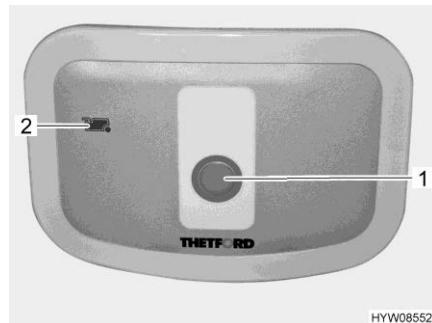

Fig. 199 Pulsante dello sciacquone/spia di controllo (toilette Thetford)
- Per sciacquare premere il pulsante blu (Fig. 199,1).
La spia di controllo (Fig. 199,2) si accende quando il serbatoio fecale deve essere svuotato.